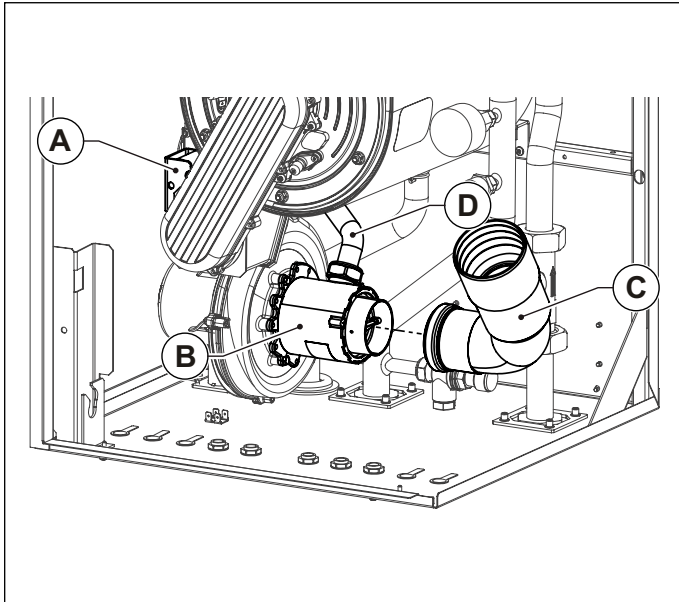

Fig. 42 Silenciador de aspiración
- Desmontar el silenciador de aspiración **C** extrayéndolo del mezclador (ver Fig. 42 Silenciador de aspiración).
- Desconectar el tubo de gas **D** del mezclador **B** (ver Fig. 42 Silenciador de aspiración).
- Conectar el tubo del gas **D** al mezclador (ver Fig. 42 Silenciador de aspiración).